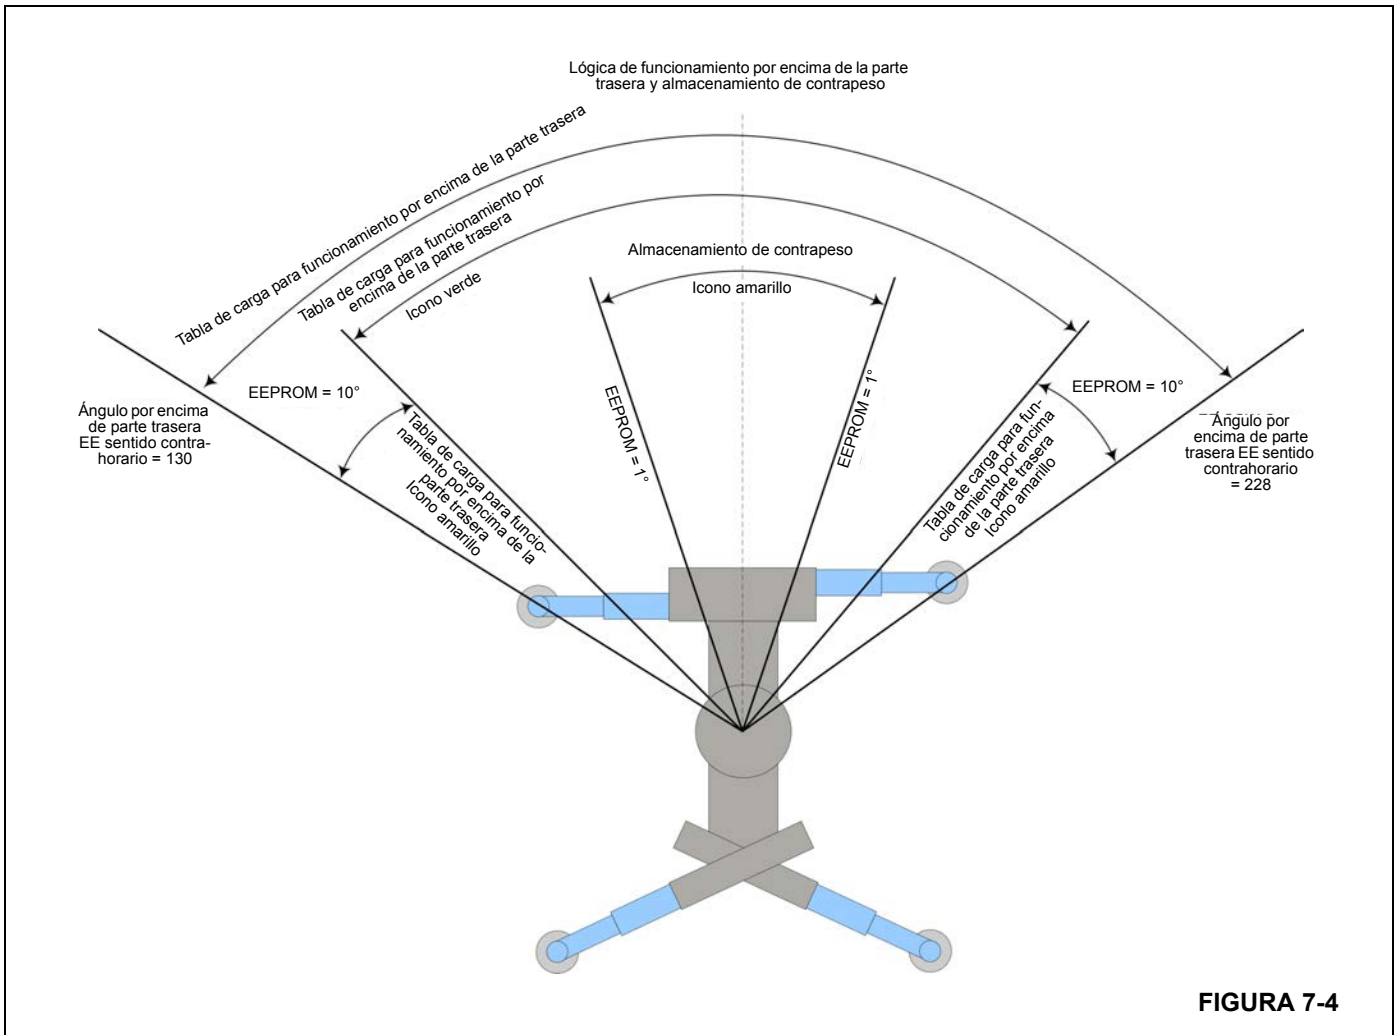

FIGURA 7-4
-  Modo de funcionamiento por encima de la parte trasera: Se muestra cuando la grúa está actualmente en el modo de tabla de carga por encima de la parte trasera. Si la grúa está dentro de la gama de valores de EEPROM para funcionar por encima de la parte trasera, se muestra el icono VERDE. Si la grúa está dentro de 10° de los límites interiores de estos valores de EEPROM, el icono es amarillo. Vea la Figura 7-4.
-  Posición de giro de retiro de contrapeso: Se muestra para indicar que el operador se está acercando a la zona (AMARILLA) donde las planchas de contrapeso se pueden fijar con pasadores a la torreta/caja. Vea la Figura 7-4.